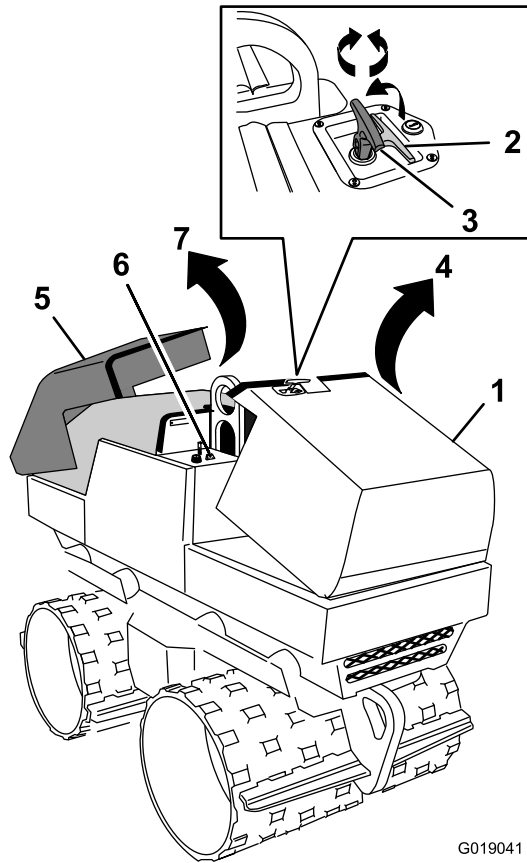

Figure 25
1. Sur le capot avant, faites pivoter la poignée de verrouillage du capot à la verticale (Figure 25).
2. Tournez la poignée de verrouillage dans le sens horaire (Figure 25).
3. Saisissez et tirez fermement la poignée de verrouillage pour dégager le capot des clips (Figure 25).
4. Relevez le capot (Figure 25).
2. Tirez fermement le capot vers le haut pour le dégager des clips (Figure 25).
3. Relevez le capot (Figure 25).
2. Abaissez le capot (Figure 25).
1. Saisissez la poignée de verrouillage et abaissez le capot (Figure 25).
3. Tournez la poignée de verrouillage dans le sens antihoraire (Figure 25).
4. Faites pivoter et abaissez la poignée à la position de rangement (Figure 25).